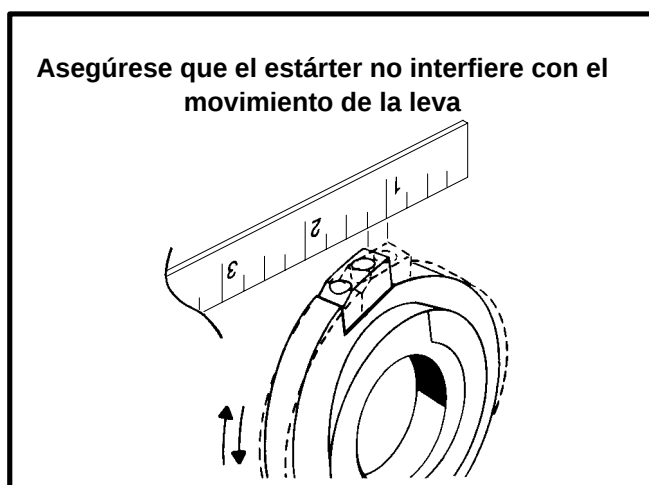

Figura 35
9. Desde el lado derecho de la unidad, afloje la tuerca hasta que la leva pueda ser movida de atr6s para adelante $\frac{1}{4}$ " (6.4 mm). Aseg6rese en levantar el est6rter, para asegurarse un movimiento completo. El est6rter NO deber interferir con la parada de la leva. Vea la Figura 35.